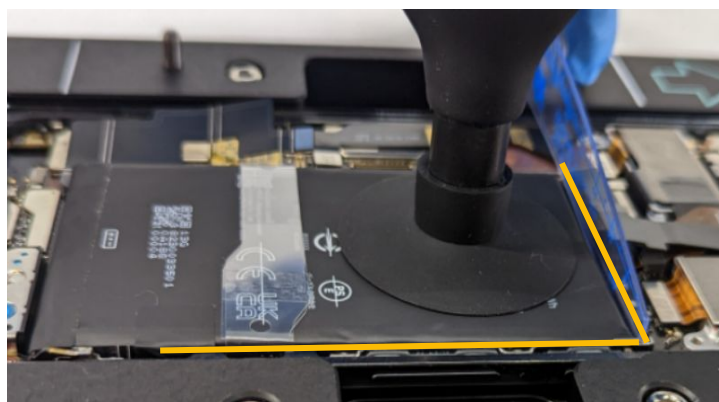

Fig. 2
- Appuyez délicatement sur la **batterie** avec la **poire aspirante universelle** en respectant l'alignement. **(Fig. 2)**